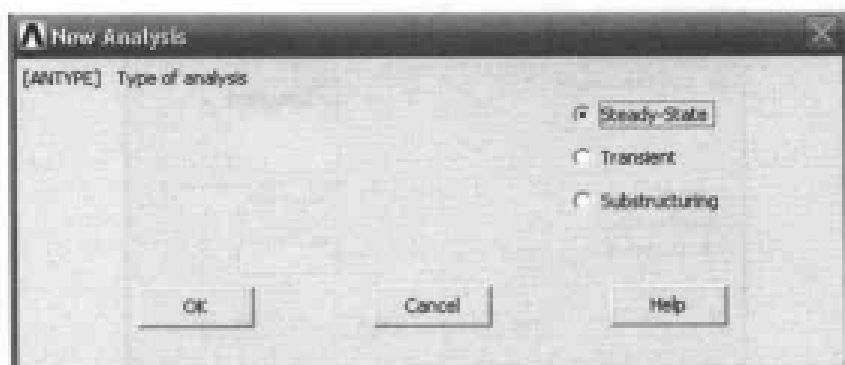

图 9-16 求解类型设置对话框
(1) 选择 Main Menu | Solution | Analysis Type | New Analysis 命令, 出现 New Analysis 对话框。选择分析类型为 Steady-State, 如图 9-16 所示, 单击 OK 按钮关闭该对话框。